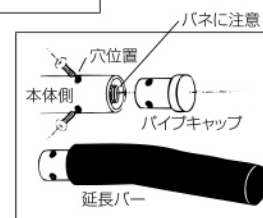

図1
(1) 延長バーの付け方 (オプション) (図1)
- ① パイプキャップのネジを外し (プラスドライバー別途用意)、延長バーを取り付けてください。